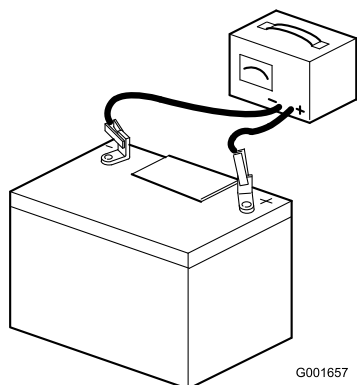

Figura 6
7. Collegate un caricabatterie da 3 – 4 A ai poli della batteria (Figura 6). Caricate la batteria a 3 – 4 ampere per 4 – 8 ore.